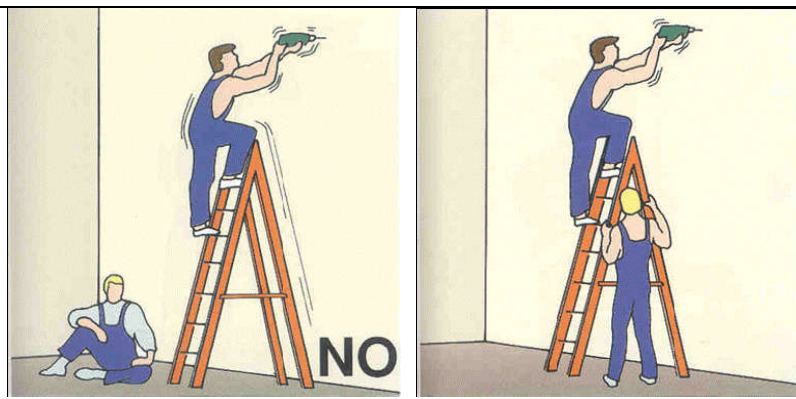

figura 7
- per controbilanciare le spinte è bene assicurarsi della collaborazione di una seconda persona.(figura 7)